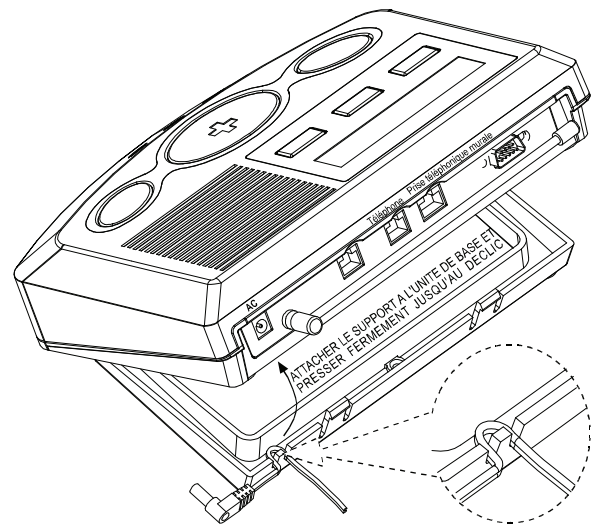

Figure 5a – Fil électrique noué en boucle
Brancher l'unité de base (Figures 5a/b)
1. Nouer le fil électrique en boucle autour du segment de support comme indiqué en figure 5a.